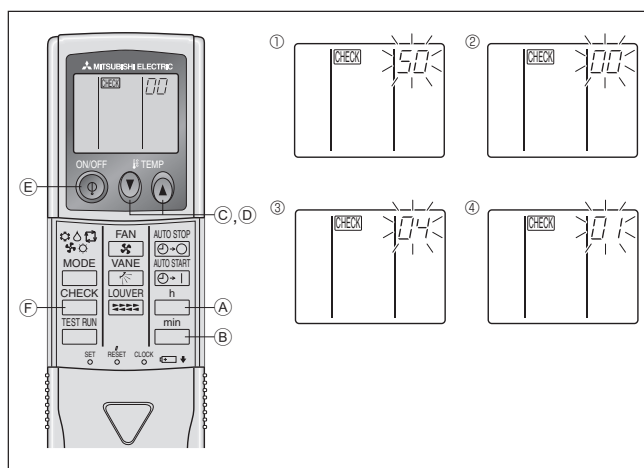

Fig. 6-11
⑧ Pulse el botón MODE **min** para que el modo y el número de configuración (I) y (II) estén continuamente activados y se pueda confirmar el contenido de la configuración.
⑨ Mantenga simultáneamente presionados los FILTER **min** y TEST RUN **min** durante dos segundos por lo menos. La pantalla de selección de funciones desaparecerá momentáneamente y aparecerá la visualización de desconexión (OFF) del acondicionador de aire.
2) Para el controlador remoto inalámbrico por infrarrojos (Fig. 6-11)